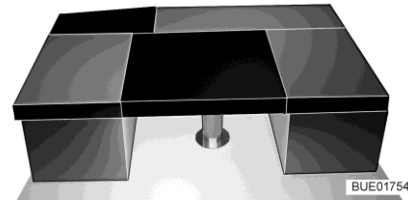

Fig. 156 Dopo la trasformazione
- Collocare il cuscino aggiuntivo rettangolare sul tavolo (tra i cuscini dei sedili dei divani, vedi Fig. 156).